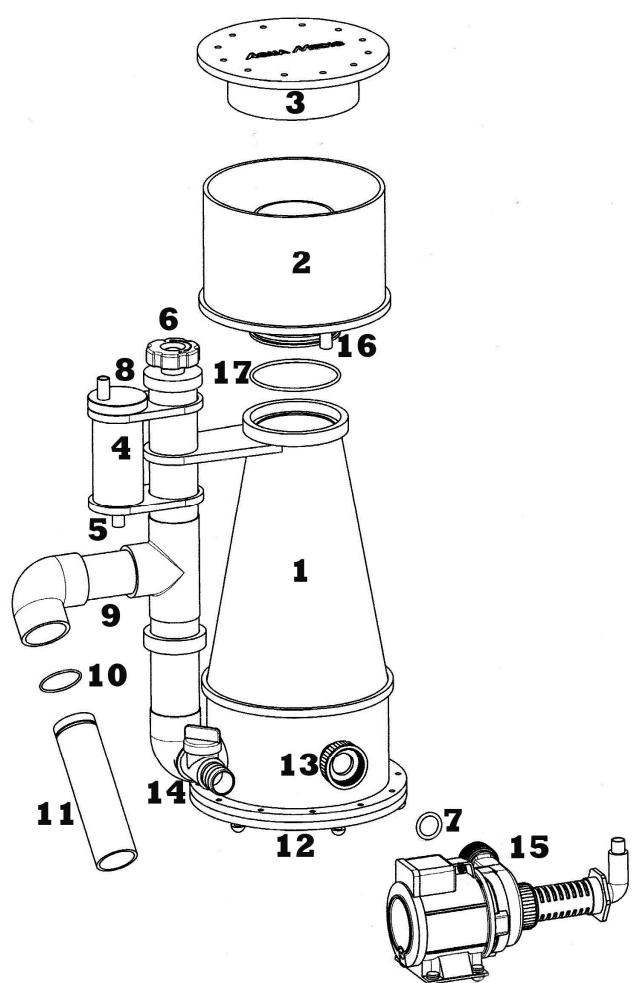

Fig. 1: aCone 1.5
- El tubo de aire tiene siempre que ser instalado hacia arriba, por encima del nivel de agua del skimer. **Este tubo de aire no debe pender hacia abajo.** Por consiguiente, siempre debería estar conectado al amortiguador de sonido (Fig. 1 y 2, No. 5). Conecte el extremo inferior del tubo con la toma de aire de la bomba. La inyección de aire (Fig. 1 y 2, No. 8), en principio debería estar completamente abierta. Un ajuste de la inyección cambiaría la corriente de agua al mismo tiempo y por consiguiente, sólo debería hacerse en los casos excepcionales.
- El skimer se llenará arrancando la bomba venturi. Para hacer esto, primero abra la válvula de desagüe inferior (Fig. 1 y 2, No. 14) completamente. Con una carga alta de agua, la válvula también puede ser destornillada completamente. Si el nivel de agua permanece constante, tiene que estar cerrada sólo hasta que el skimer quede lleno hasta la mitad o sus dos terceras partes. Después, espere durante algún tiempo y haga el ajuste fino con el tornillo de ajuste superior, mejor una o dos horas más tarde. Un nivel de agua también alto conduce al desbordamiento muy rápido de la cazoleta recolectora de espuma. Aquí, una cautela especial es requerida, si uno conecta la boquilla de evacuación de la cazoleta mediante una manguera hacia un contenedor situado al lado del sump del filtro. Existe peligro de que el envase se derrame si el skimer sobre-espuma. Además, esto también conduciría a una gran pérdida de agua en el sump del filtro por lo que otros dispositivos podrían dejar de tener agua y por consiguiente, pudieran ser dañados.